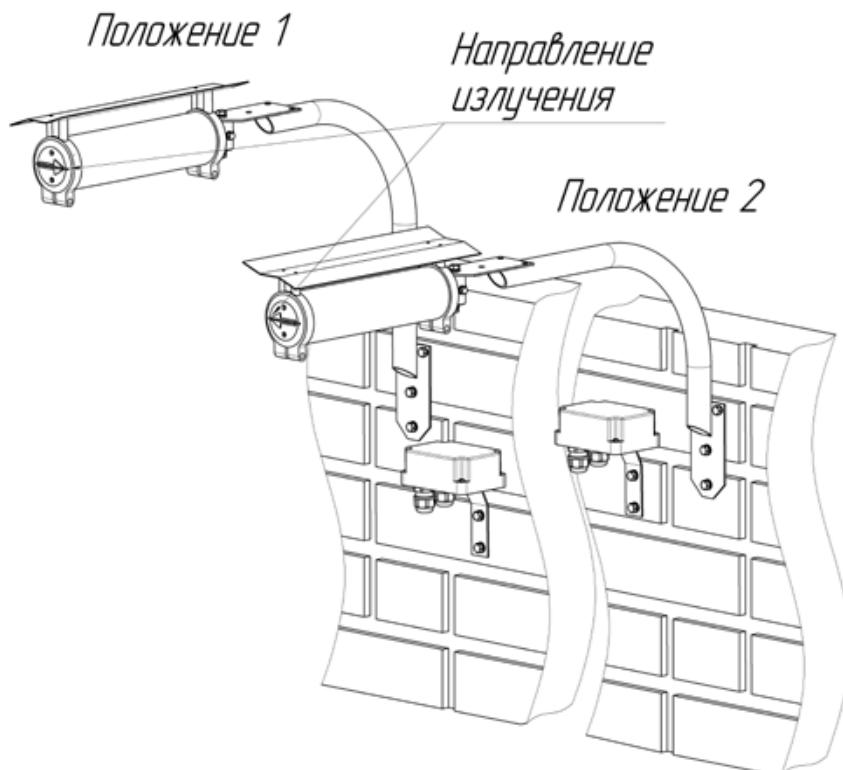

Рисунок 1 - Разнесение блоков смежных участков
- создание непрерывной зоны обнаружения (как на прямолинейных, так и на угловых участках ЗГР) обеспечивается специальными кронштейнами за счет формирования зон перекрытия (рис. 1);
Блоки извещателей «ПРЕДЕЛ-200-К» («ТАНТАЛ-200-К») устанавливаются на специальные кронштейны. Конструкция кронштейна обеспечивает разнос в пространстве блоков смежных извещателей за счет разной длины плеч кронштейна при одинаковой высоте установки оснований кронштейнов. Кронштейны смежных участков должны быть закреплены так, чтобы оси ЗО этих участков были разнесены в пространстве по каждой из осей на расстояние не менее 8 см (рис.1).